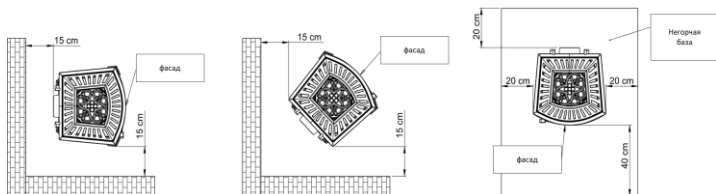

Рис. 3. Безопасное расстояние от печи до негорючих частей.
- печьку поместить на несгораемой поверхности, которая выходит за пределы печи на мин. 0,4 м, считая от передней части печи, и мин. 0,2 м, считая от боковых и задней стенки печи (см. рис. 3),
- минимальное расстояние нагревателя от ГОРЮЧИХ частей должно быть не менее (см. таблицу с техническими данными/техническими характеристиками «мин. расстояние от горючих частей») рекомендуемое расстояние от НЕГОРЮЧИХ частей - не менее 15 см (рис. 3)